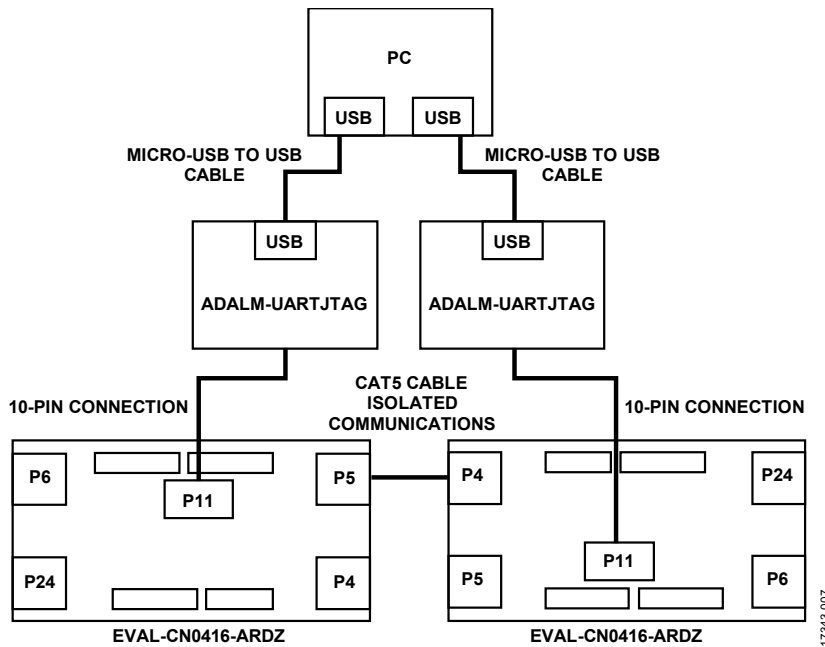

图7. 用于直接通信的隔离全双工 RS-485 连接图
要设置图7中所示的连接图，请按以下步骤操作：
- a. 对于隔离通信，将一个板的P4连接到另一个板的P5，反之亦然。图7显示了隔离通信的设置连接。